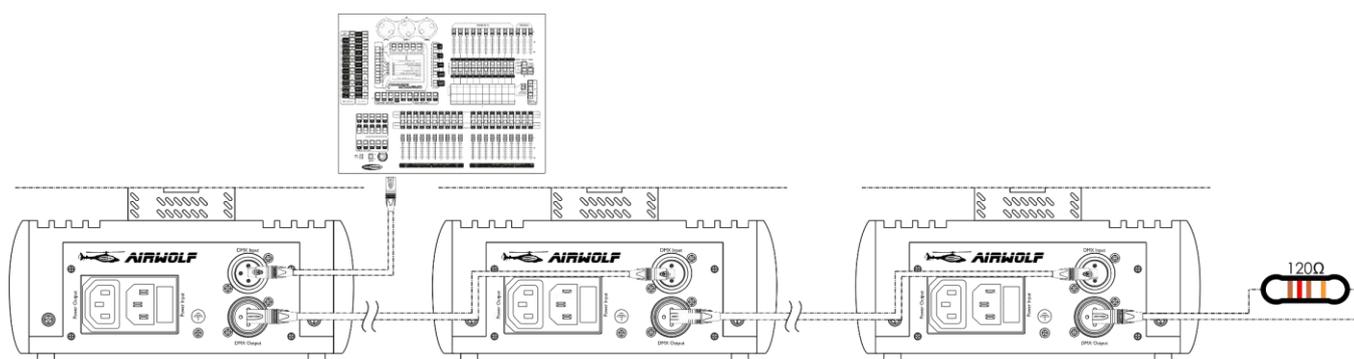

Fig. 07
- 04) Conecte las unidades entre ellas como se indica en la Fig. 07. Conecte un cable de señal DMX que vaya desde el conector DMX Output (salida) de la primera unidad al conector DMX Input (entrada) de la segunda unidad. Repita este proceso para interconectar las unidades segunda y tercera.